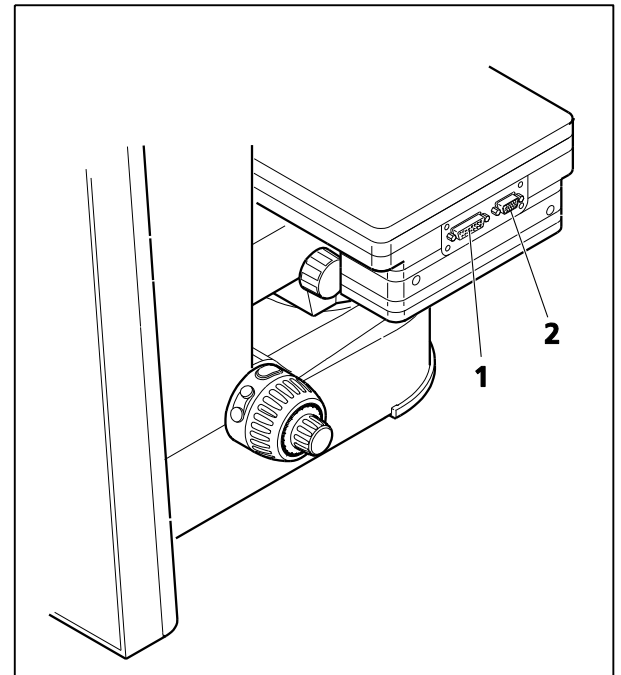
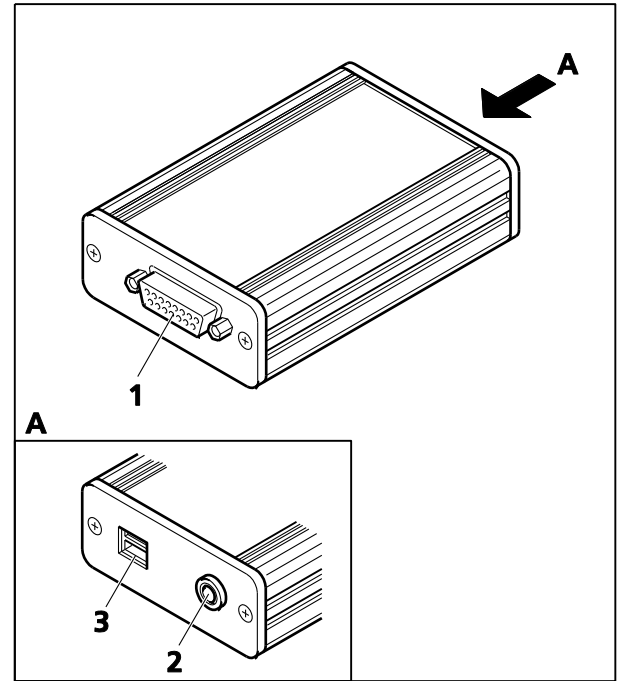

Fig. 71 Connexion de la platine mécanique 75x50 mot. CAN (version 2 et mot. standard)
Fig. 73 Convertisseur CAN/USB
- Insérer le câble de la commande coaxiale de la platine mécanique avec connecteur coudé bus CAN (Fig. 70/3) dans l'une des deux prises de la commande coaxiale et l'autre fiche dans la prise (Fig. 71/1) de la platine mécanique.
- Brancher la prise de connexion CAN de la platine mécanique (Fig. 71/2) à celle située à l'arrière du statif à l'aide d'un câble bus CAN.
- Utiliser le câble bus CAN pour brancher le connecteur CAN de la platine mécanique (Fig. 71/1) au connecteur CAN du convertisseur CAN / USB (Fig. 73/1).
- Utiliser le câble USB pour connecter le port USB du PC au convertisseur CAN / USB (Fig. 73/3).
- Connecter la borne d'entrée en tension continue du convertisseur CAN / USB (Fig. 73/2, 24 V CC / 1,25 A) à la fiche de l'unité d'alimentation électrique (sortie 24 V CC, 1,25 A). Brancher ensuite l'unité d'alimentation électrique à la prise de courant.